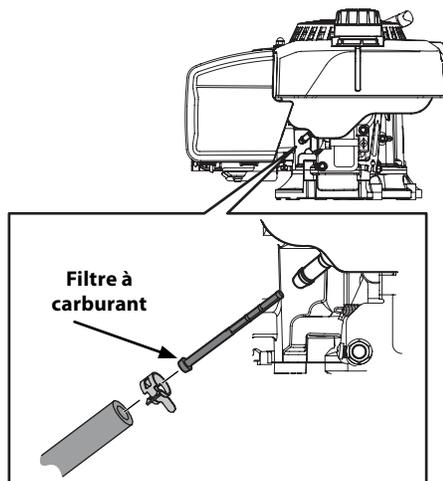

Figure 6-5
- Enlevez le collier du conduit de carburant avant de détacher le conduit de la sortie. Voir Figure 6-5.
- Tenez le filtre neuf par l'épaulement et insérez-le complètement dans la sortie. Voir Figure 6-5.